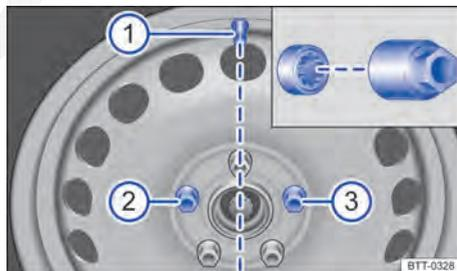

Fig. 214 Troca de roda: válvula do pneu ① e posições de montagem do parafuso de roda antifurto ② ou ③.
Antes de colocar a calota integral, o parafuso de roda antifurto deve ser aparafusado na posição ⇒ Fig. 214 ② ou ③. Do contrário, a calota integral não pode ser montada.
A calota integral da roda deve ser pressionada sobre o aro de tal modo que o recorte da válvula se posicione sobre a válvula do pneu ⇒ Fig. 214 ①. Ao colocar a calota integral, atentar para que se encaixe com segurança em toda a circunferência. ◀
O parafuso de roda antifurto deve estar aparafusado em uma roda com calota integral na posição ⇒ Fig. 214 ② ou ③ em relação à posição da válvula do pneu ①. Do contrário, a calota integral não pode ser montada.